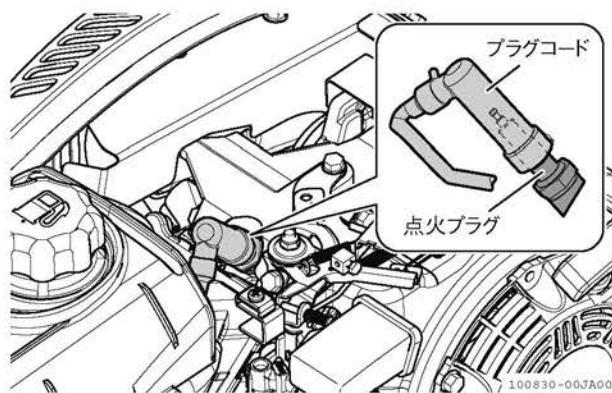
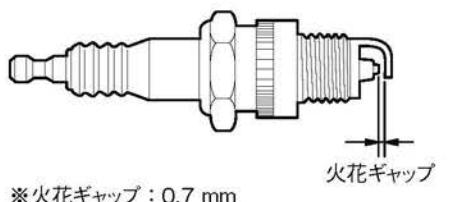

図 4-37 点火プラグ・プラグコード
図 4-39 火花ギャップ
3. プラグコードを外します。（図 4-37）
6. 火花ギャップ（電極すぎ間）を0.7mmに調整します。（図 4-39）
電極部が損耗または、破損したものは新品と交換します。点検のしかたの要領で点火プラグを外し、交換してください。(図 4-37、図 4-39)